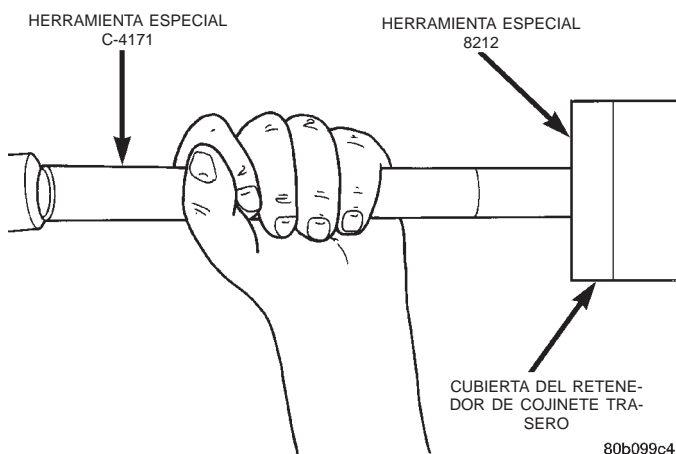

Fig. 13 Instalación de la junta de la cubierta del retenedor de cojinete trasero
(1) Limpie el hueco de la junta de la cubierta del retenedor de cojinete trasero para eliminar todos los residuos de material sellante de la junta original.
(2) Utilice el mango C-4171 y el instalador de juntas 8212 para instalar la junta nueva de la cubierta del retenedor de cojinete trasero de modo que la junta esté situada a $0 \pm 0,5$ mm ($0 \pm 0,02$ pulg.) de la cara de la cubierta del retenedor de cojinete trasero (Fig. 13).
(3) Instale el eje propulsor. Para informarse sobre los procedimientos correctos, consulte el grupo 3, Diferencial y sistema de transmisión.
(4) Compruebe el nivel de líquido de la transmisión y agregue líquido si fuese necesario. Para infor-